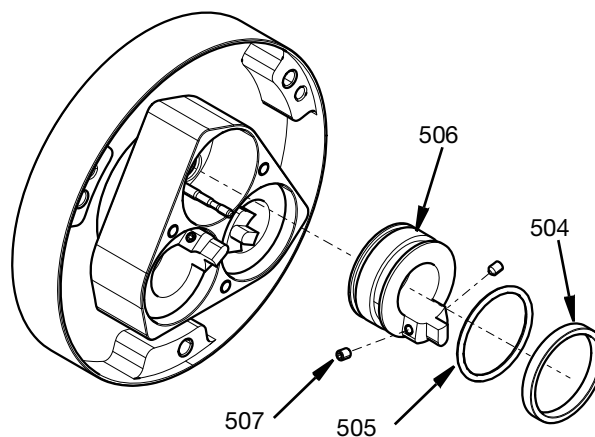

FIG. 11
3. Usunąć tłok (506) poprzez poluzowanie dwóch śrub nastawczych M4 (507), które odblokowują tłok i zawór odcinający pręta. Po wykręceniu śrub, tłok (506) jest dostępny. Uszczelka o-ring (505) i pierścień prowadzący (504) mogą zostać zdjęte. Patrz FIG. 11.